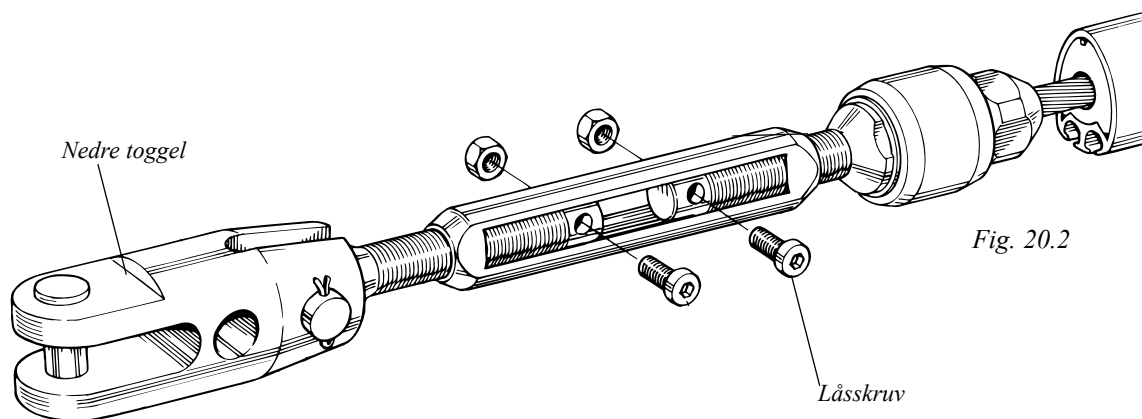

Fig. 20.2
5. Demontera vanskruvens låsskruvar. (se fig. 20.2).